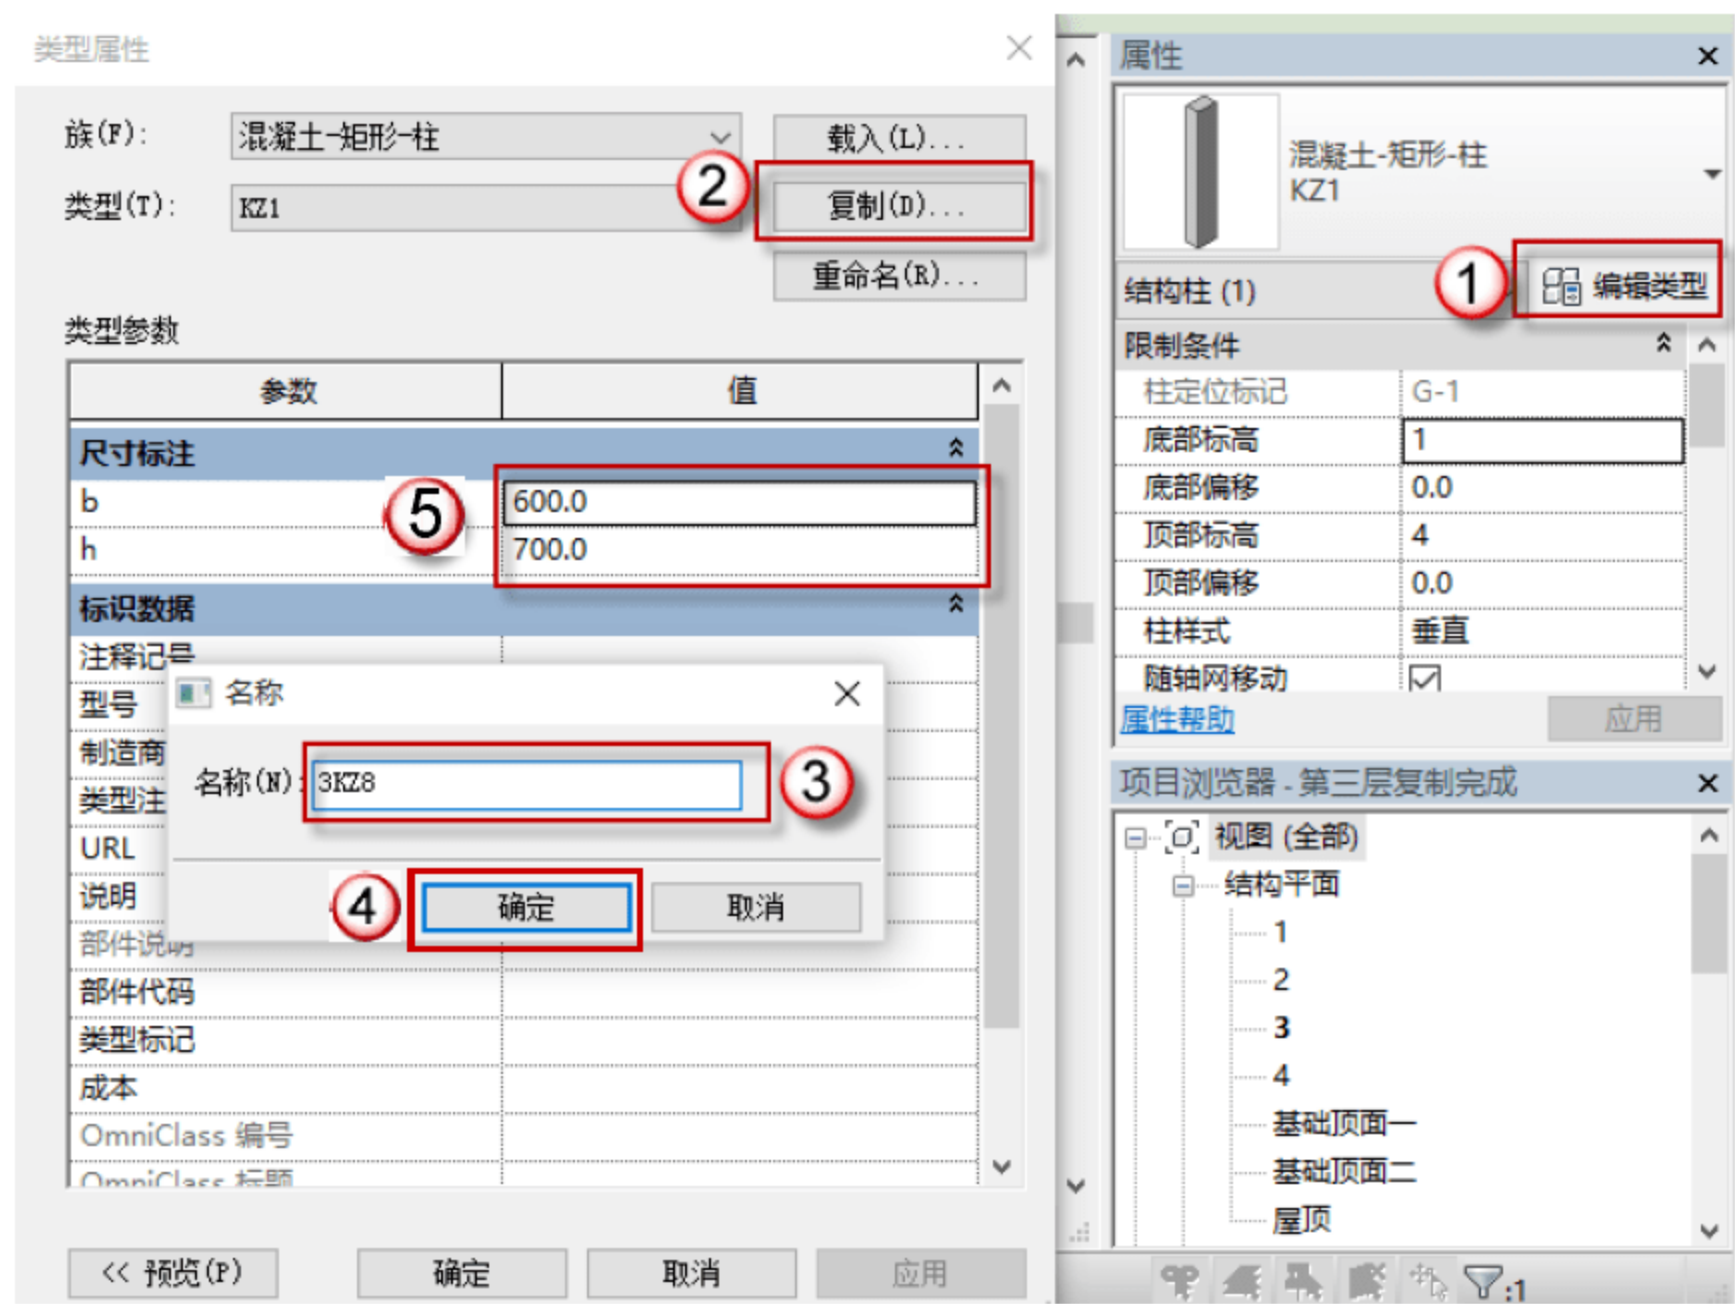

图 4.4.9 修改 KZ8
(9) 修改 KZ8 的参数以及名称，单击 KZ8 对象，单击“编辑类型”按钮，在弹出的对话框中，单击“复制”按钮，在弹出的对话框中命名新的族名称“3KZ8”，单击“确定”按钮，在“尺寸标注”栏中修改截面参数，如图 4.4.9 所示。